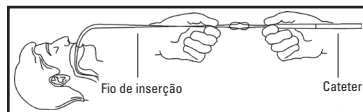

Figura 5
- Segure a ponta de dilatação entre o polegar e o indicador. Aperte os anéis em conjunto para formar um nó (Figura 5).